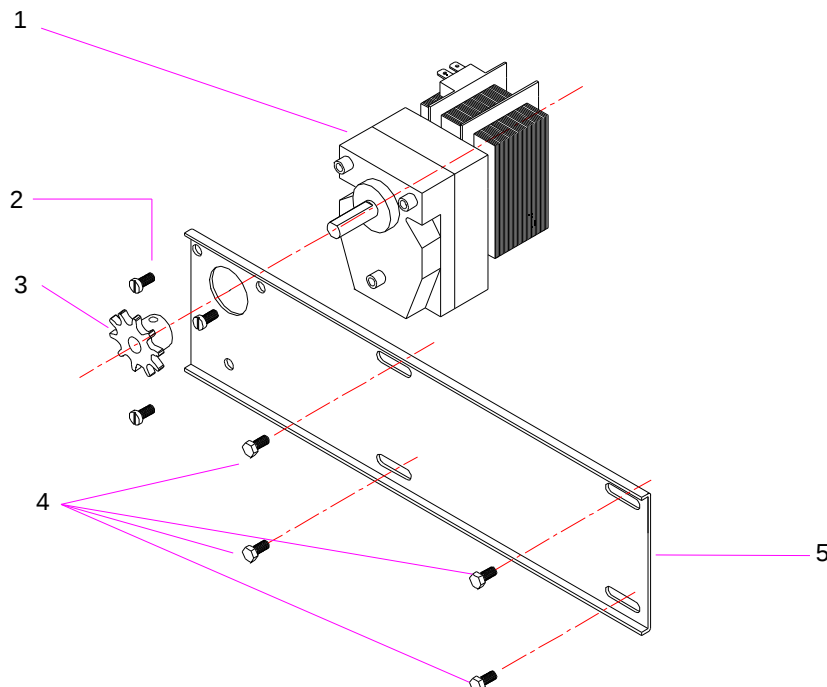

Fig.10
- Dévisser les vis (4) Fig 10, pour retirer la chaîne qui unit le pignon (3) à l'axe de la première broche.
- La chaîne retirée ôter les vis (4) pour retirer le support de moteur (5) près du moteur réducteur.
- Dévisser la vis qui fixe le pignon (3) à l'axe du moteur réducteur pour l'ôter de l'axe, dévisser les vis (2) pour démonter le moteur réducteur du support.